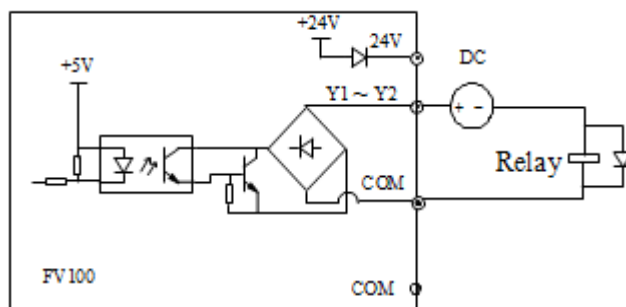

Рис. 4-6 Подключение многофункционального выхода с внешним источником тока .
2. Для многофункциональных выходов Y1, Y2 может использоваться внешний источник тока 24 В, подключение согласно Рис. 4-6.